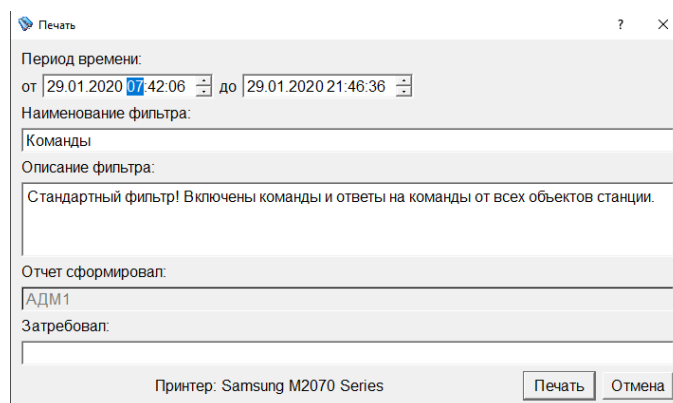

Рисунок 4.5.1
- с помощью мыши выбрать параметр даты или времени, который необходимо настроить, при этом настраиваемый параметр выделится синим цветом (см. рисунок 4.5.1);